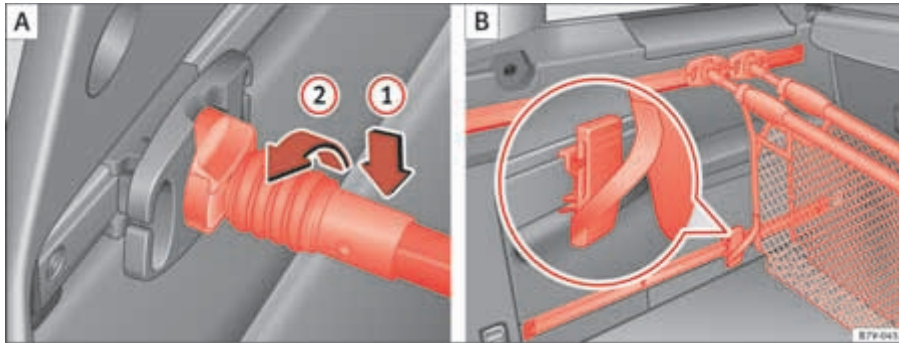

Abb. 97 Kuvertnetz einhängen (A) und als Tasche verwenden (B).
Haltestange von oben in die Kuvertnetz-Halterung legen ⇒ Seite 145, Abb. 97 (1) und um 90° nach links drehen (2). Die rote Markierung an der Haltestange darf nicht mehr sichtbar sein ⇒ ⚠.
- Fixierband des Kuvertnetzes von unten in ein verschiebbares Fixierelement einhängen ⇒ Seite 145, Abb. 97 **B**.